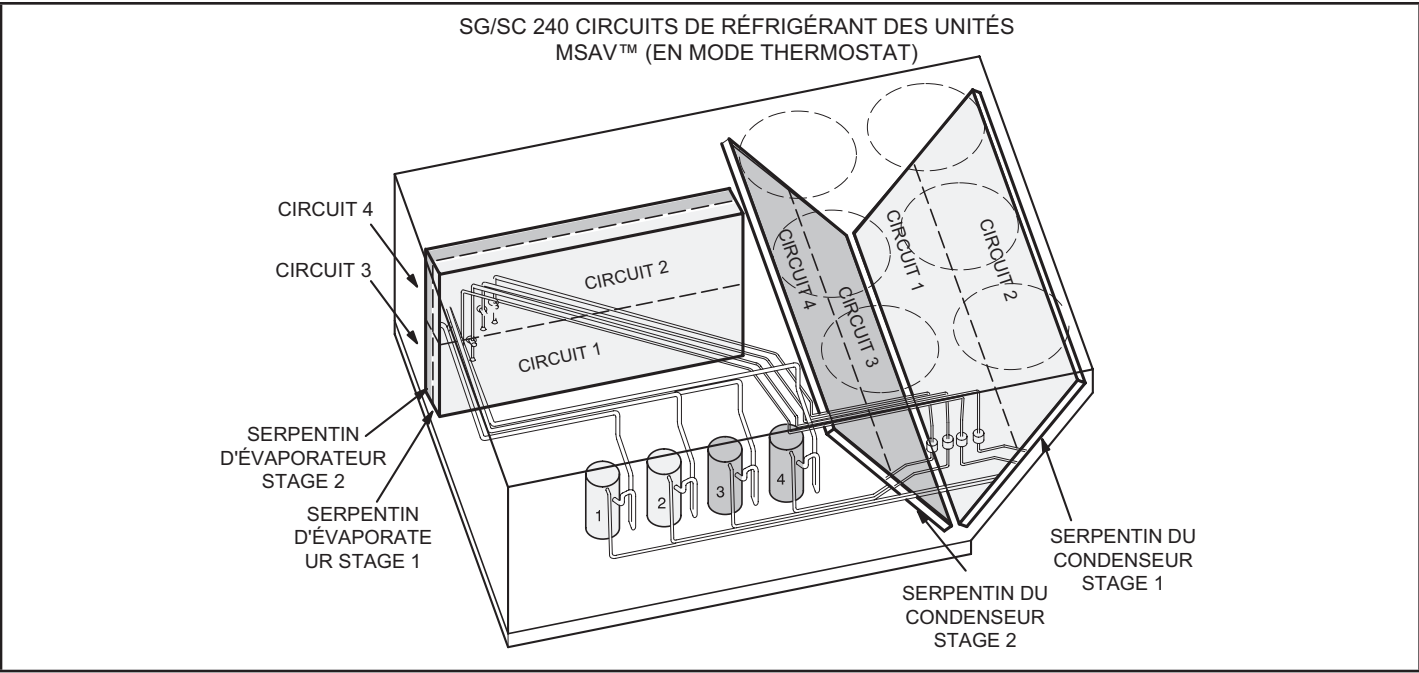

FIGURE 34
- 5 - Les unités SG/SC 240 contiennent quatre circuits ou systèmes réfrigérants. Les circuits de réfrigérant 1 et 2 des serpentins de l'évaporateur et du condenseur constituent le stage 1 de la climatisation en mode thermostat. Les circuits de réfrigérant 3 et 4 de l'évaporateur et du condenseur constituent le stage 2 de la climatisation en mode thermostat. Reportez-vous à la FIGURE 34.